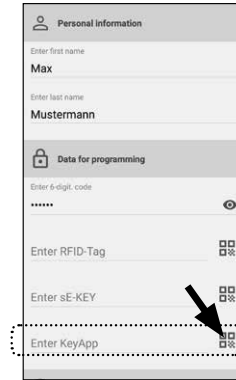

Abb. 61
- 1 Tippen Sie im Benutzermenü in der Zeile „*KeyApp eingeben*“ auf das QR-Code-Symbol (Abb. 61).